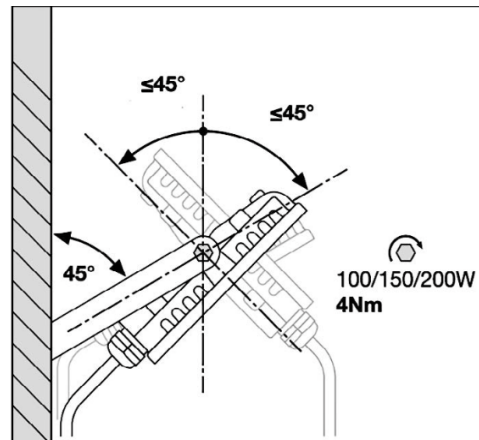
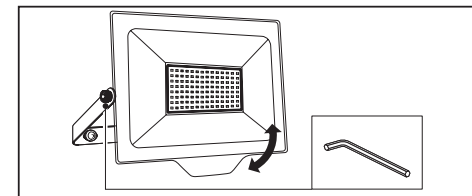

Рис. 2
Рис. 3
- Закрепить осветительный прибор на устанавливаемой поверхности, ослабить боковые винты с помощью шестигранника, отрегулировать угол наклона осветительного прибора (рис. 2), после чего надежно затянуть боковые винты (рис. 3).